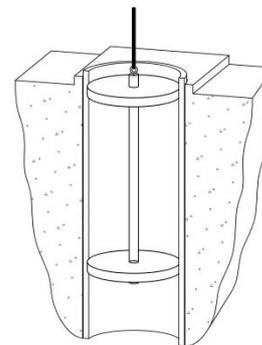

Рисунок 19: Проверка с помощью цилиндрического калибра.
- При установке в скважине или резервуаре убедитесь в отсутствии сужений, изгибов и других препятствий, которые могут помешать правильной установке электронасосного агрегата. Для этого рекомендуется использовать цилиндрический калибр или трубу диаметром и длиной, равными максимальным для электронасосного агрегата; ввести его в скважину до места установки устройства (см.рис. 19).